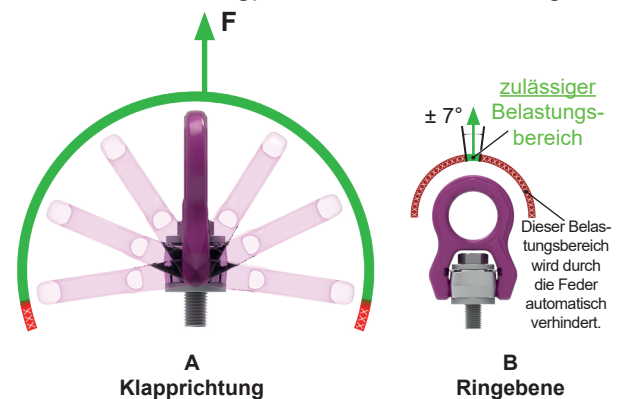

Abb. 5: *
* In Abb. 5 ist die Bauform der ACP M8-M30 bzw. 1/2"-1 1/4" dargestellt. Die Belastungsbereiche gelten ebenfalls für die ACP M36-M100 bzw. 1 1/2"-4".
Die Feder hält den Bügel aus der in Abb. 10 schraffierten Position ab. Dies führt dazu, dass die verbotene Belastung „quer zum stehenden Bügel“ (siehe Abschnitt 3.3.1, Abb. 5) nicht entsteht. Unter Last wird die Federkraft überwunden und der ACP kann senkrecht belastet werden. Das Klappen des Bügels über den von der Feder abweisenden Bereich ist mit erhöhtem Kraftaufwand jedoch von Hand möglich.